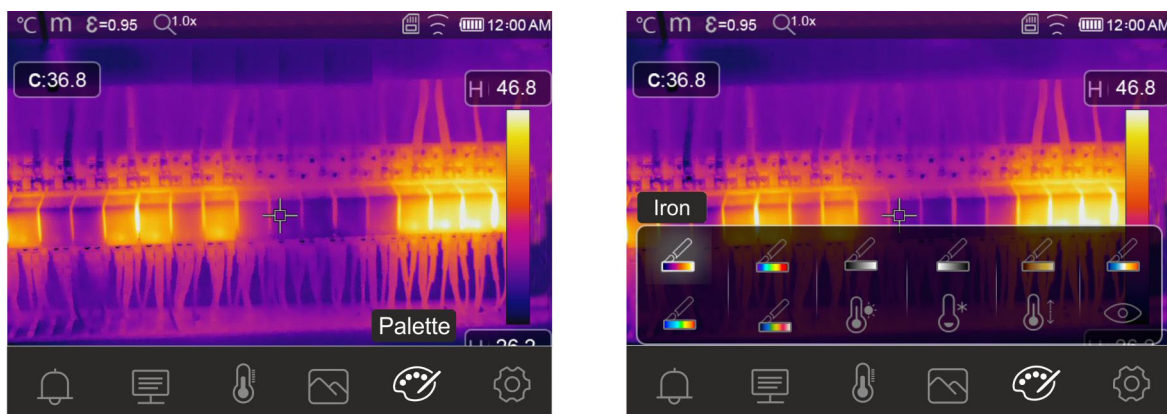

Abb. 36: Auswahl Farbpaletten und Funktionen Isothermen-Linien
- Berühren Sie das Symbol “”, um das Menü “Palette” aufzurufen. Die Bildschirmseite in Abb. 36 – rechte Seite erscheint im Display.